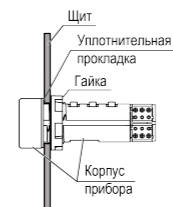

Рисунок 1 – Монтаж прибора
2. Установить уплотнительную прокладку из комплекта поставки, см. *рисунок 1*.